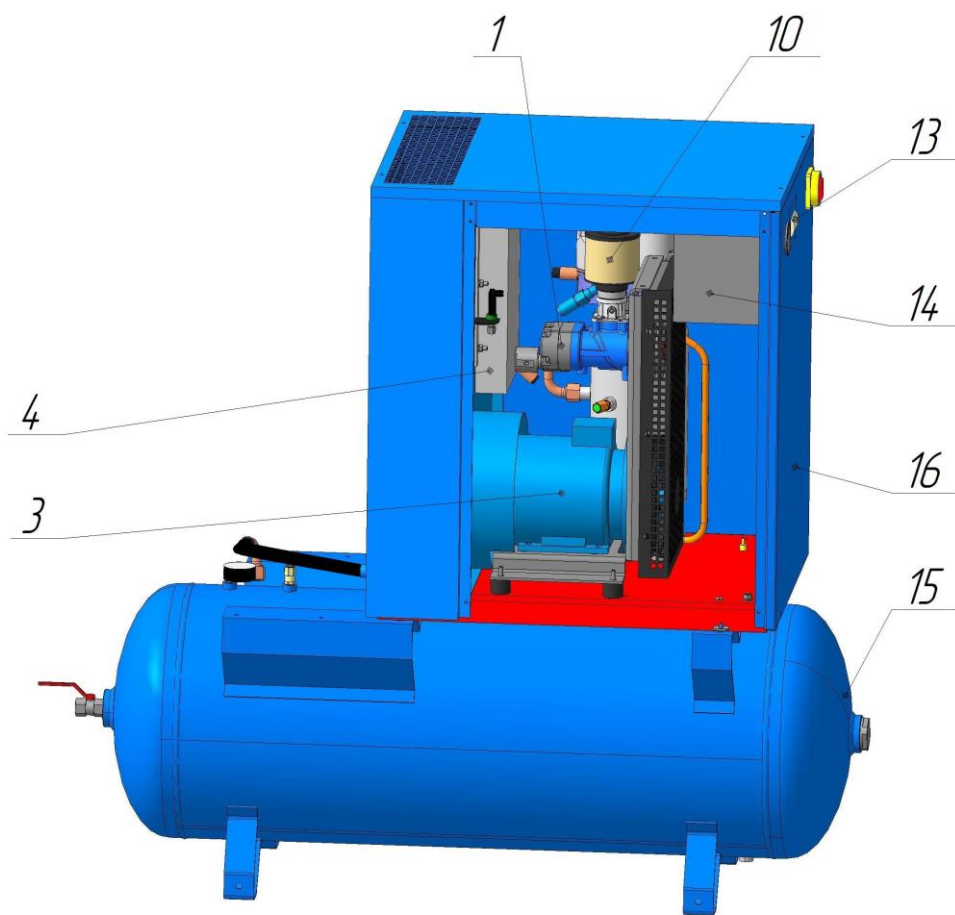

Рисунок 2 – Общий вид компрессорной установки ВК5Т-...-270, ВК7Т-...-270, ВК10Т-...-270
**15 – Ресивер воздушный** (см. рисунок 2) предназначен для сбора сжатого воздуха, устранения пульсации давления, предварительного отделения конденсата и масла. Ресивер одновременно является корпусом, на котором смонтированы агрегаты компрессорной установки.